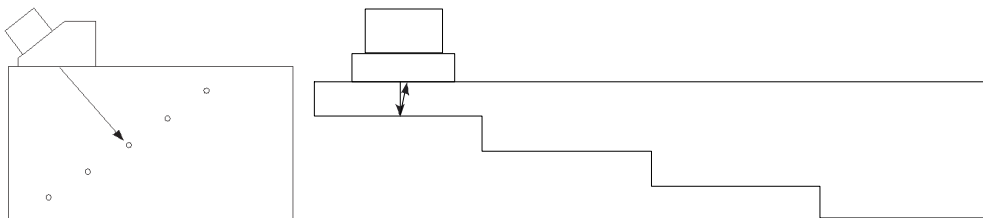

Рис. 5-18 Калибровочные образцы для калибровки кривой ДАС
1. Поместите датчик на калибровочный образец, как показано на Рис. 5-18 на стр. 139.